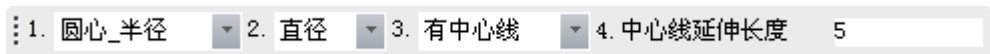

图 2-21 中心线选项
- 3) 单击立即菜单【3: 有中心线】，则显示内容由【无中心线】变为【有中心线】，同时可以输入中心线的延长长度。如图 2-21 所示。